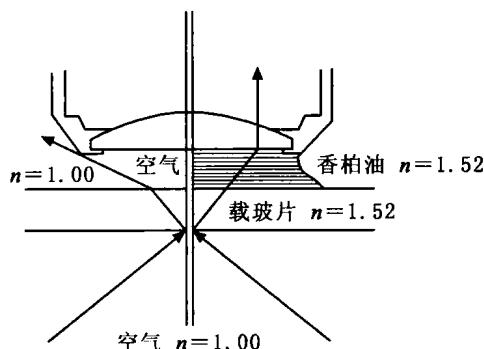

图 1-2 油浸物镜的原理
②光学系统：显微镜的光学系统包括反光镜、聚光器、物镜和目镜等(图 1-2)。
①**物镜的性能:**可以从物镜外壳上标志着的数值孔径(numerical aperture,简写为NA)大小来表示。NA是指物镜前透镜与被检物体之间介质的折射率(n)和镜口角(α)(图1-2)半数的正弦之乘积,可用公式表示:
增大介质的折射率: 空气折射率为 1.0, 水折射率为 1.33、玻璃折射率为 1.52, 香柏油折射率为 1.51。所以在观察细菌形态时, 都使用油浸物镜, 目的是利用香柏油与玻璃的折射率近似的特性, 以减少光线从一介质进入另一介质时产生折射而散失(图 1-2)。可增强视野的亮度和降低分辨率。